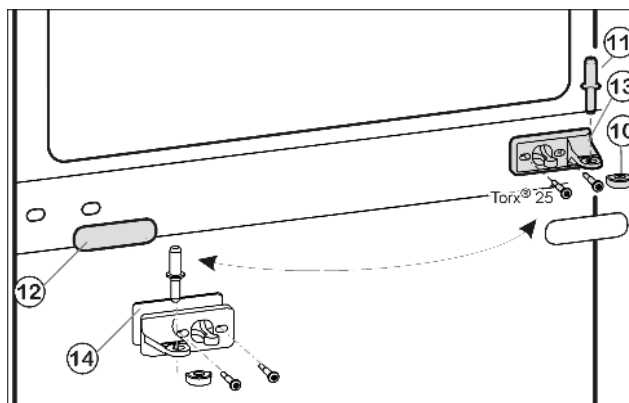
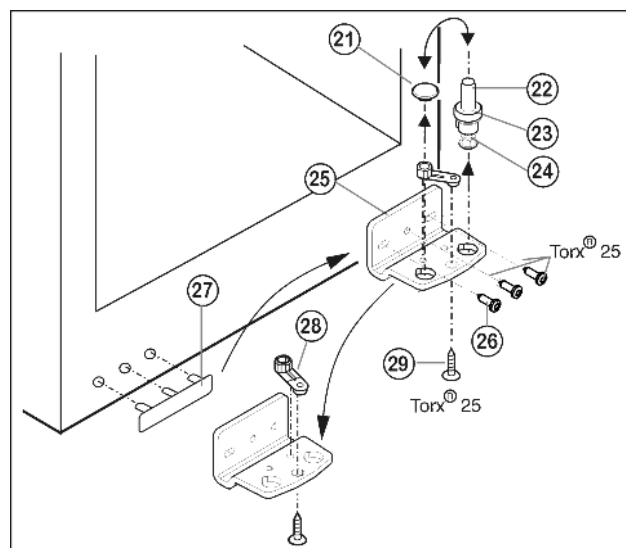

Fig. 6
Fig. 7
- Вытащите из опорного кронштейна и нижней дверцы средний опорный винт Fig. 6 (11).
- Снимите пластмассовый колпачок Fig. 6 (10).
- Открутите средний опорный кронштейн Fig. 6 (13) (2 шт. Torx® 25).
- Осторожно снимите накладку Fig. 6 (12).
- Прикрутите средний опорный кронштейн Fig. 6 (13) с подкладкой Fig. 6 (14) с поворотом на 180° на новую сторону шарнира (с моментом 4 Нм).
- Защелкните накладку Fig. 6 (12), повернув на 180°, на стороне, где теперь будет ручка.
- Извлеките опорный винт Fig. 7 (22) в комплекте с шайбой Fig. 7 (23) и регулируемой опорой Fig. 7 (24), вытягивая его вверх.
- Снимите пробку Fig. 7 (21).
- Открутите Fig. 7 (26) опорный кронштейн Fig. 7 (25).
- Открутите Fig. 7 (29) опорную деталь Fig. 7 (28) и, переставив в отверстие на противоположной стороне опорного кронштейна, снова прикрутите.
- Осторожно снимите и переставьте на противоположную сторону крышку со стороны ручки Fig. 7 (27).
- Снова прикрутите опорный кронштейн Fig. 7 (25) на новой стороне шарнира (с моментом 4 Нм). При необходимости используйте аккумуляторный шурупверт.
- Переставьте пробку Fig. 7 (21) в свободное отверстие.
- Вновь установите опорный винт Fig. 7 (22) в комплекте с шайбой и регулируемой опорой. При этом фиксатор должен быть направлен назад.
- ▶ Установите нижнюю дверцу сверху на нижний опорный винт *Fig. 7 (22)*.
- ▶ Снова наденьте пластмассовый колпачок *Fig. 6 (10)* на средний опорный кронштейн *Fig. 6 (13)*.
- ▶ Вставьте средний опорный винт *Fig. 6 (11)* на новой стороне шарнира через средний опорный кронштейн *Fig. 6 (13)* в нижнюю дверцу.
- ▶ Установите верхнюю дверцу на средний опорный винт *Fig. 6 (11)*.
- ▶ При необходимости выровняйте дверцы через два продольных паза в нижнем опорном кронштейне *Fig. 7 (25)* и среднем опорном кронштейне *Fig. 6 (13)* параллельно корпусу устройства. Для этого выкрутите средний винт на нижнем опорном кронштейне *Fig. 7 (25)*.